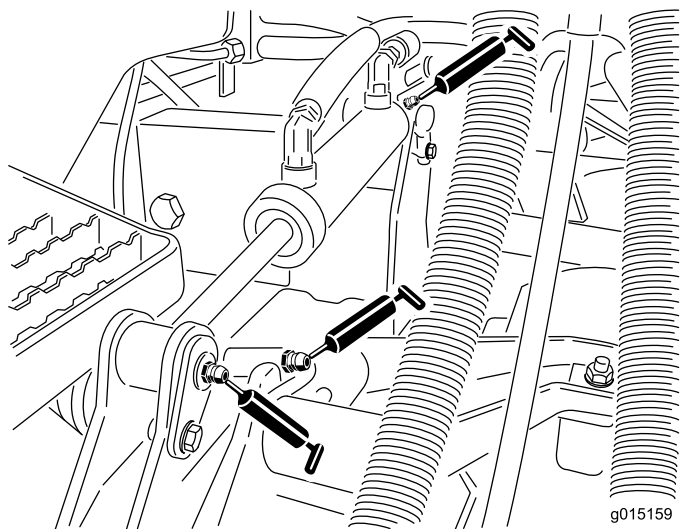

Figura 84
- Boccole (1 per piatto di taglio) del braccio di sollevamento (**Figura 84**).
- Boccole (2 per piatto di taglio) del braccio di sollevamento (**Figura 84**).